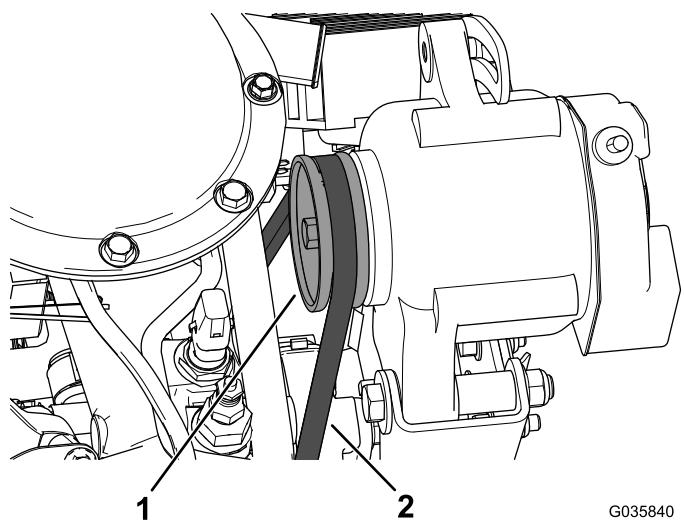

Bild 14
6. Schieben Sie den Riemen der Lichtmaschine über die Riemenscheibe an der Lichtmaschine (Bild 14).